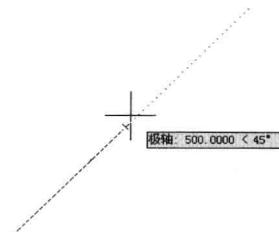

图 2-4-18
(4) 单击直线按钮 \swarrow ，单击一点后，移动光标，当显示极轴角度虚线时，光标可以沿极轴角度按指定增量 100 距离单位进行移动，如图 2-4-18 所示，即按增量 100 捕捉极轴角度虚线上的点。单击一点即可绘制斜直线。按 Enter 键，结束直线绘制工作。